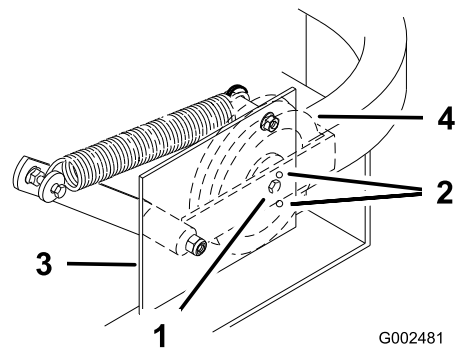

Figure 46
**Important: Vérifiez que la courroie est bien en place dans les guides avant et arrière (Figure 46).**
4. Vérifiez la tension de la courroie. Le boulon central de la poulie de tension rappelée par ressort doit se trouver près du trou d'alignement supérieur de la plaque de support gauche (Figure 46).